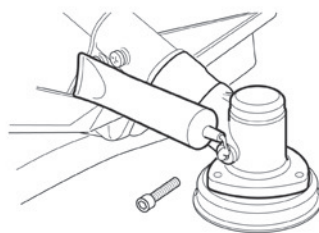

Fig. 67
- > Adicione lubrificante adequado (Fig. 67).